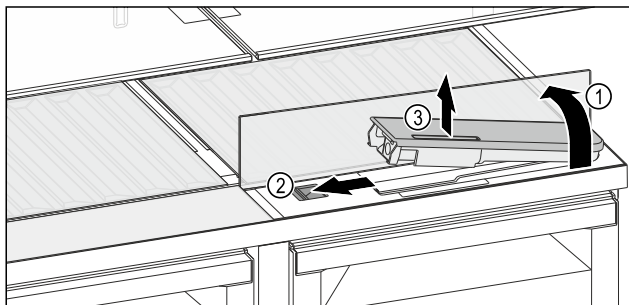

Fig. 133
- Glasplatte anheben und bis zum Anschlag nach hinten klappen Fig. 133 (1).
- Schieber Fig. 133 (2) nach links schieben.
- Wassertank entnehmen Fig. 133 (3).